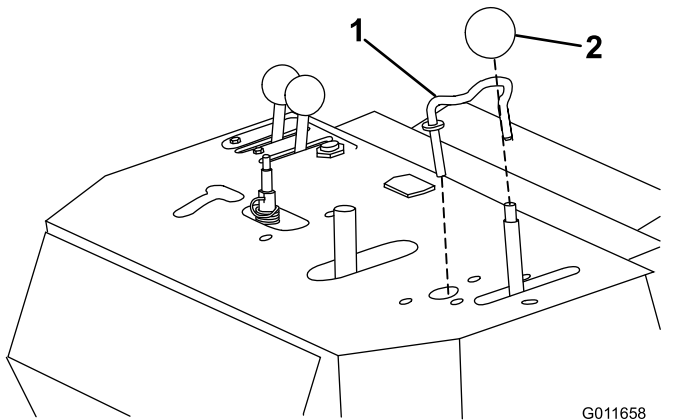

**Figure 6**
5. Dévissez le pommeau du levier de commande de la flèche (Figure 6).
6. En passant sous le panneau de commande, retirez la goupille fendue et la rondelle qui fixent le verrou du levier de commande de la flèche et déposez le verrou (Figure 6)